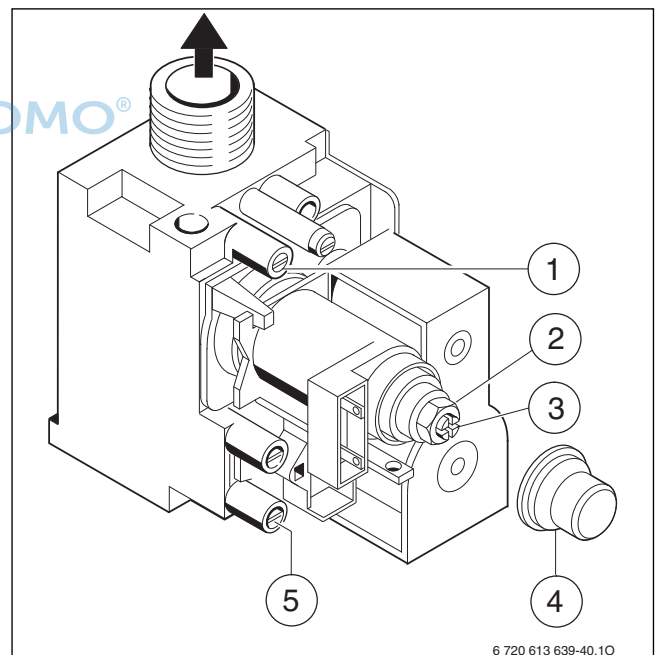

Bild 35 Gasarmatur
- ▶ Dichtschraube am Mess-Stutzen für Düsendruck (→ Bild 35, [1]) lösen und U-Rohrmanometer anschließen.
- ▶ Abdeckung (→ Bild 35, [4]) entfernen.
- ▶ Für „max“ angegebenen Düsendruck (mbar) aus Tabelle Seite 46 entnehmen. Düsendruck über Einstellschraube max. Gasmenge (→ Bild 35, [2]) einstellen. Rechtsdrehung mehr Gas, Linksdrehung weniger Gas.
- ▶ Für „min“ angegebenen Düsendruck (mbar) aus Tabelle Seite 46 entnehmen. Düsendruck über Einstellschraube min. Gasmenge (→ Bild 35, [3]) einstellen.
- ▶ Dichtschraube am Mess-Stutzen für Gas-Anschlussfließdruck (→ Bild 35, [5]) lösen und Druckmessgerät anschließen.
- ▶ Für „max“ angegebene Gasdurchflussmenge aus Tabelle Seite 46 entnehmen. Gasdurchflussmenge über Gaszähler an Einstellschraube max. Gasmenge (→ Bild 35, [2]) einstellen. Rechtsdrehung mehr Gas, Linksdrehung weniger Gas.
- ▶ Für „min“ angegebene Gasdurchflussmenge aus Tabelle Seite 46 entnehmen. Gasdurchflussmenge über Gaszähler an Einstellschraube min. Gasmenge (→ Bild 35, [3]) einstellen.